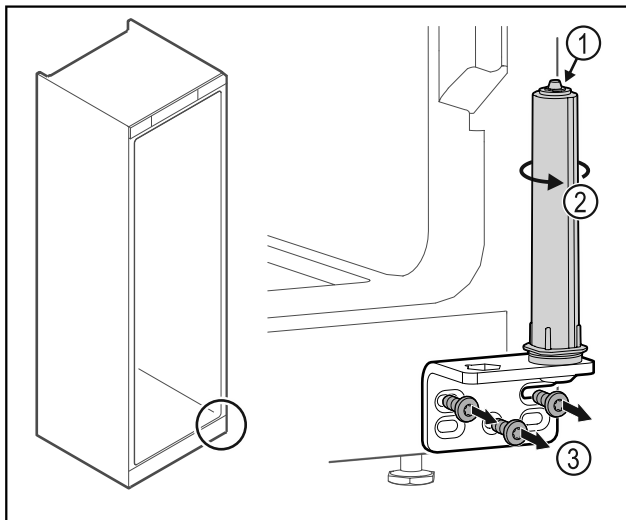

Fig. 35
- ▶ Du må ikke adskille dørlukkesystemet Fig. 35 (1).
- ▶ Drej lukkesystemet Fig. 35 (2), indtil det klikker.
- ▶ Skru hængselvinklen Fig. 35 (3) af.